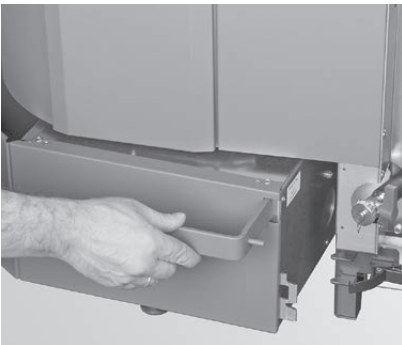

Fig. 84 Appuyer le bac à cendres légèrement vers la gauche
- ▶ Pousser le bac à cendres légèrement vers la gauche et le retirer – Fig. 84, Fig. 85.